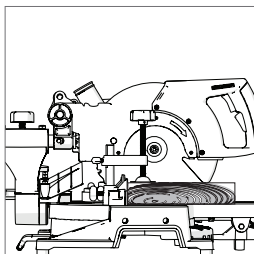

Рис. 28
- При выполнении каждого разреза всегда перемещайте режущий блок до упора в заднее положение (от себя) (**рис. 28**).